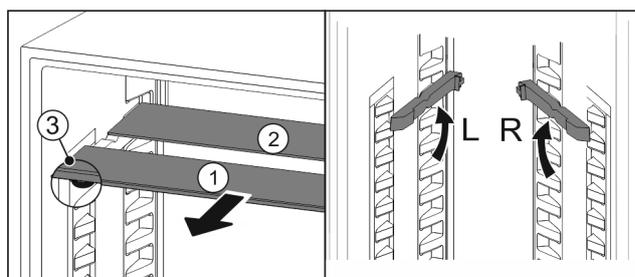

Fig. 80
- ▶ 将玻璃隔板逐个向前拉出 Fig. 80 (1)。
- ▶ 带装饰条的玻璃隔板 Fig. 80 (1)在前。
- ▶ 阻挡装置 Fig. 80 (3)指向下方。